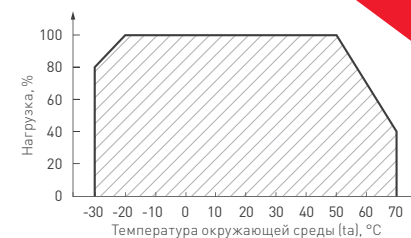

Рис. 2. Максимальная допустимая нагрузка, % от мощности источника
- температура окружающего воздуха от -30 до +70 °C, см. график зависимости максимально допустимой нагрузки на источник питания от температуры окружающей среды на рис. 2;
- Не нагружайте источник питания более чем на 80% от его максимальной мощности. Учитывайте, что с повышением температуры окружающей среды максимальная мощность источника питания снижается, см. график зависимости максимальной допустимой нагрузки на источник питания от температуры окружающей среды на рис. 2.